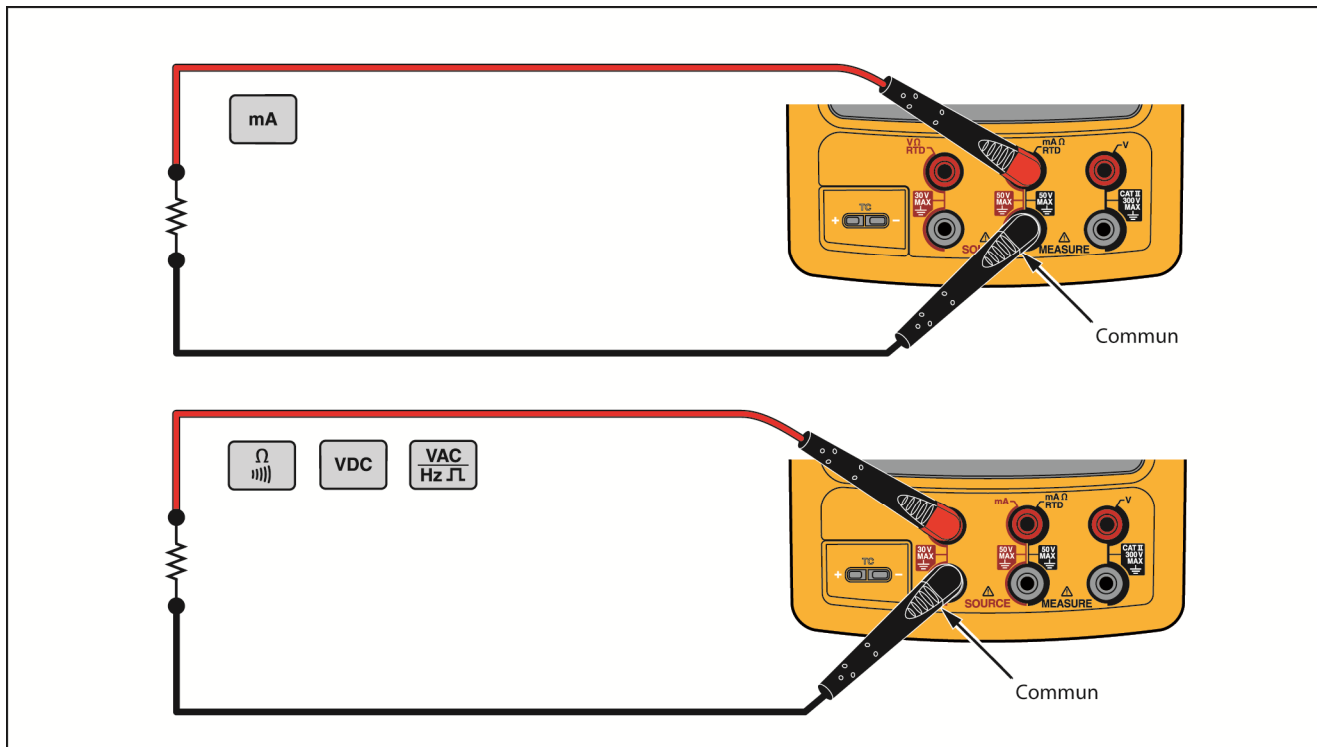

Figure 16. Connexions électriques de source
1. Branchez les cordons de mesure illustrés dans la Figure 16, selon la fonction de source.